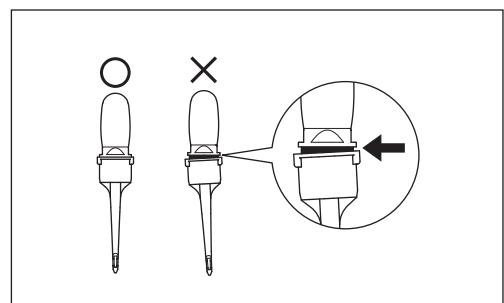

Fig. 28
- Certifique-se de que instala bem a ponta do bico, conforme ilustrado (Fig. 28). Se a ponta for instalada incorretamente, vai soltar-se e pode ser accidentalmente ingerida pelo paciente.